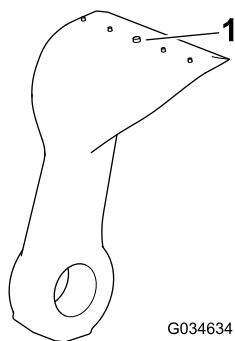

Figure 79
- Vérifiez qu'aucune lame n'est excessivement usée en vous aidant de la ligne d'usure (Figure 79). Remplacez les lames qui sont usées jusqu'à la ligne d'usure.